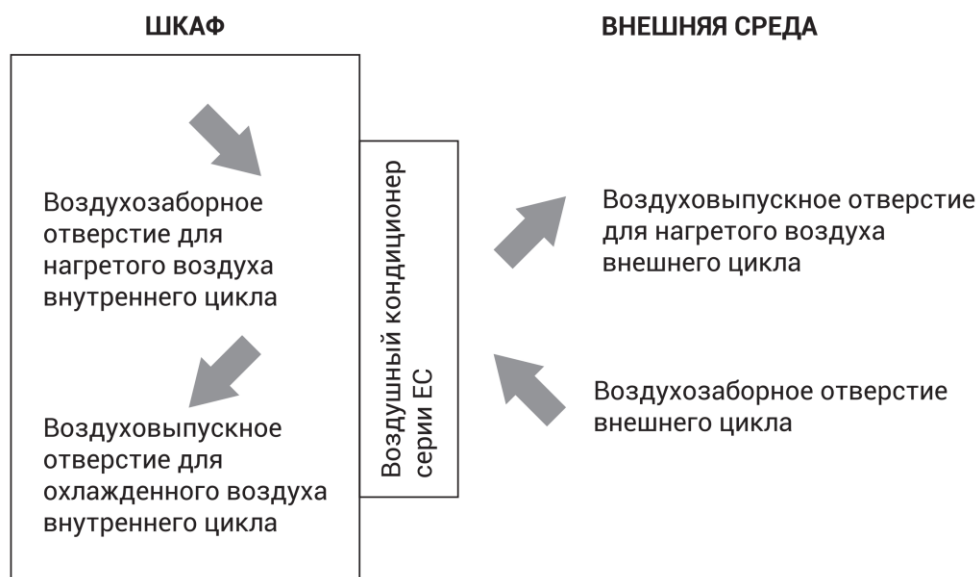

Рисунок 3. Функциональная схема системы климат-контроля
- 6.3.4. Перевести автоматический выключатель (QF3) в положение «включено». Проверить с помощью специального инструмента напряжение 220 В в розетке ВРУ (XS1 на рис. 3).